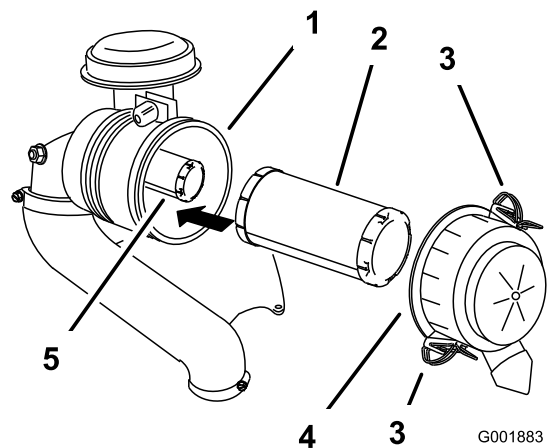

Bild 43
3. Lösen Sie die Riegel am Luftfilter und ziehen Sie die Luftfilterabdeckung vom Luftfiltergehäuse ab (Bild 43).
5. Schieben Sie den Hauptfilter vorsichtig aus dem Luftfiltergehäuse heraus (Bild 43).
2. Wenn Sie den inneren Filter auswechseln, schieben Sie ihn vorsichtig in das Filtergehäuse (Bild 43).
3. Schieben Sie den Hauptfilter vorsichtig auf den Sicherheitsfilter (Bild 43).
4. Bringen Sie die Luftfilterabdeckung an und befestigen die Riegel (Bild 43).